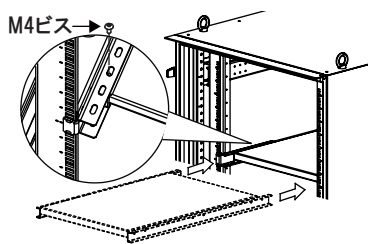
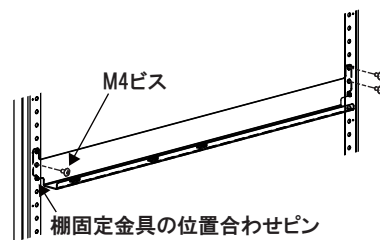

図3
図4
■マウントレールに付属のM4ビスでタワー型タイプの棚取付金具を取付けます。(図3)取付けた棚取付金具に固定棚、または移動棚を棚取付金具の引っ掛け部に掛かるように設置します。(図4) ※25mmピッチで高さの変更が可能です。